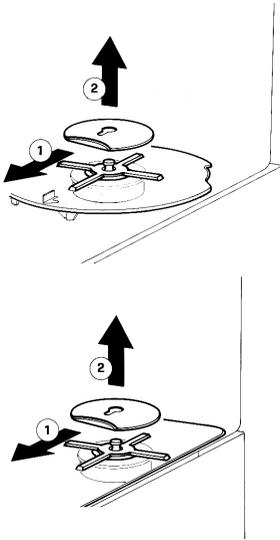

Bild 1
- 2 (1) Clip ausrasten und nach oben abnehmen
(2) (Bild 1).